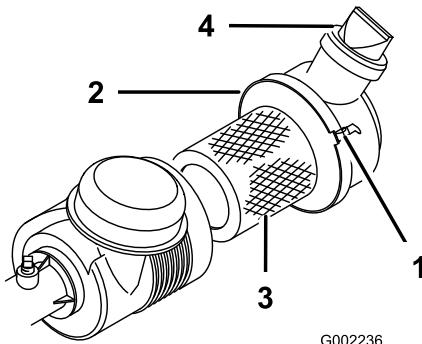

図 36
エアクリーナ本体にリーク原因となる傷がないか点検してください。本体とカバーがしっかりと密着しているのを確認してください。破損したボディーは交換してください。また、使用ごとにバルブ（図 36）をひねって、ゴミを落してください。フィルタの定期整備間隔は100運転時間です。
3. ストラップをゆるめてカバーとボディー（図 36）を分離する。
7. ストラップを固定する（図 36）。
4. カバーを取り付け、バルブを下にしてストラップで固定する（図 36）。